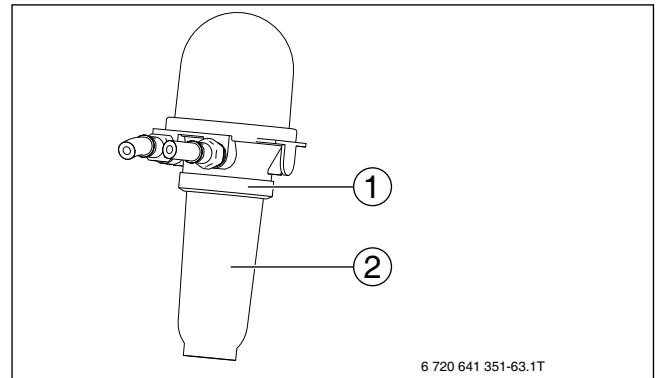

Bild 93 Filtertasse entfernen
- Überwurfmutter (→ Bild 93, [1]) entfernen.
- Filtertasse (→ Bild 93, [2]) abnehmen.
- ▶ Filtertasse mit Überwurfmutter (→ Bild 93, [1] und [2], Seite 51) montieren.